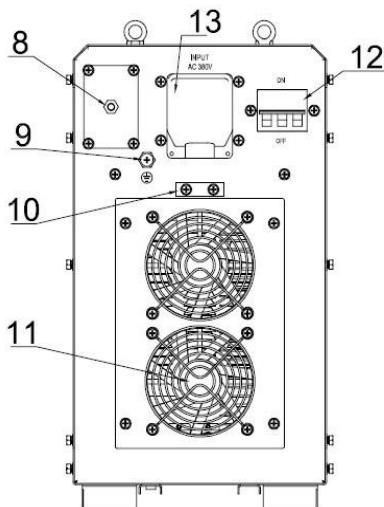
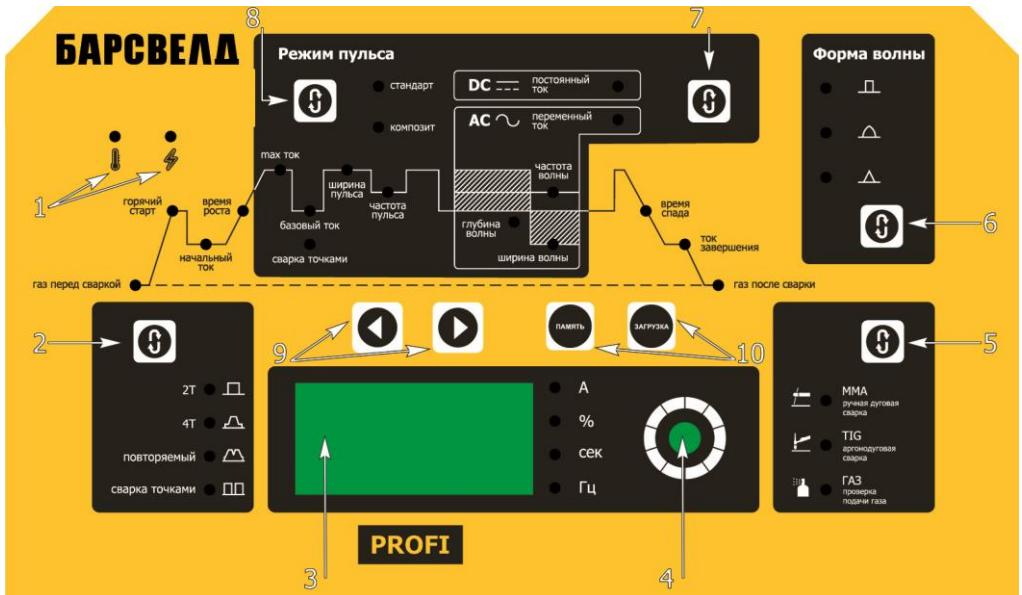

Рис.2. Задняя панель
Рис.3. Панель управления
- Нажмите кнопку «ЗАГРУЗКА» (Рис.3, п.7) для выбора номера программы. Для перехода к следующей программе или другой нажмите на кнопку «ЗАГРУЗКА» повторно.
- Выберите номер программы для выбранного параметра при помощи кнопки «ЗАГРУЗКА» (Рис. 3, п. 10).
- Установите необходимые величины параметров при помощи ручки выставления параметров (Рис. 3, п. 4). Переход к выбранному параметру осуществляется при помощи кнопок выбора параметра (Рис. 3, п. 9).
- Сохраните выбранный номер программы для выбранного и установленного параметра в памяти, нажав кнопку «ПАМЯТЬ» (Рис. 3, п. 10). Дисплей замигает, указывая на сохранение номера программы в памяти сварочного аппарата (Рис. 3, п. 3).
Для подключения аппарата к сети, необходимо использовать сетевой кабель. Его необходимо подключить с требуемыми параметрами и проверить соединение, т.к. окисления могут привести к серьезным последствиям и даже поломке. Другой конец сетевого кабеля подключите к соответствующему разъему на задней панели аппарата (Рис.2, п.13). Заметьте, что аппарат серии **TIG DP AC/DC необходимо** подсоединить к **трехфазной** питающей сети с напряжением **380 В**. Затем проверьте с помощью мультиметра, чтобы технические данные на задней панели аппарата соответствовали напряжению и частоте питающей сети.
Снабжение газом: подсоедините газовый шланг к медному штуцеру (Рис. 2, п. 8). Система газоснабжения, состоящая из газового баллона, редуктора и газового шланга, должна иметь плотные соединения, чтобы обеспечить надежную подачу газа, что является чрезвычайно важным для осуществления TIG сварки.
Проверка газа: нажмите на кнопку проверки газа для проверки работы клапанов, клапаны исправны при поступлении газа (Рис. 3, п. 5).
Заземлите аппарат для предотвращения возникновения статического электричества и утечки токов (Рис.2, п.9).
После выполнения действий, указанных выше, переведите тумблер в положение «Вкл» (Рис. 2, п. 12), аппарат начнет свою работу с включения амперметра и работы вентилятора. С помощью переключателя «AC/DC» выберите режим АС или DC (Рис. 3, п. 7).
С помощью переключателя режимов выберите режим TIG (Рис. 3, п. 5).
После выполнения всех необходимых работ выключите аппарат посредством перевода тумблера выключатели электросети в положение «Выкл» (Рис. 2, п. 12). Проверьте, ничего ли не тлеет вокруг, так как пожар может начаться не сразу, а через некоторое время.
После выполнения действий, указанных выше, переведите тумблер в положение «Вкл» (Рис. 2, п. 12), аппарат начнет свою работу с включения амперметра и работы вентилятора.
С помощью переключателя режимов выберите режим MMA (Рис. 3, п. 5).
После выполнения всех необходимых работ выключите аппарат посредством перевода тумблера в положение «Выкл» (Рис. 2, п. 12). Проверьте, ничего ли не тлеет вокруг, так как пожар может начаться не сразу, а через некоторое время.